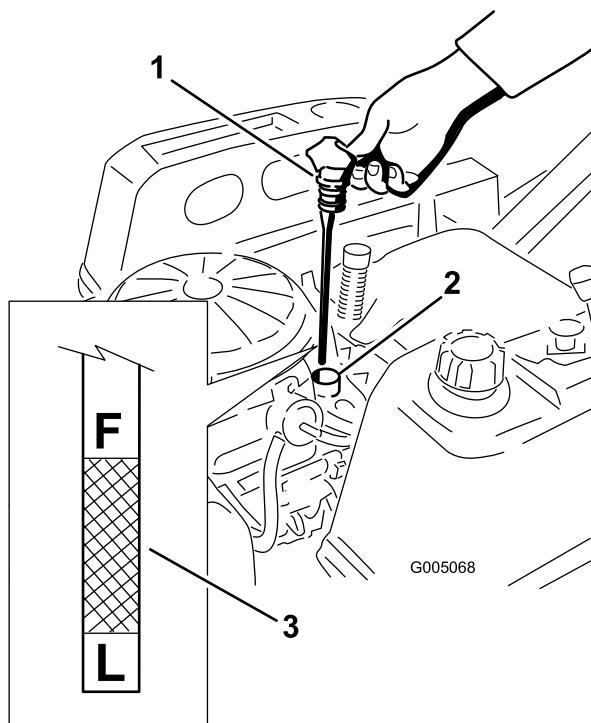

Figura 30
4. Retire el tapón de llenado/varilla de aceite y límpielo. Vuelva a colocar la varilla y empuje firmemente para asentarla en su lugar (Figura 30).
5. Retire la varilla y compruebe el nivel de aceite. (Figura 30).
15. Vierta lentamente un 80% aproximadamente de la cantidad especificada de aceite por el tubo de llenado (Figura 30).
16. Coloque firmemente el tapón de llenado/varilla (Figura 30).
17. Compruebe el nivel de aceite (Figura 30); consulte Verificación del nivel de aceite.
19. Coloque firmemente el tapón de llenado/varilla (Figura 30).